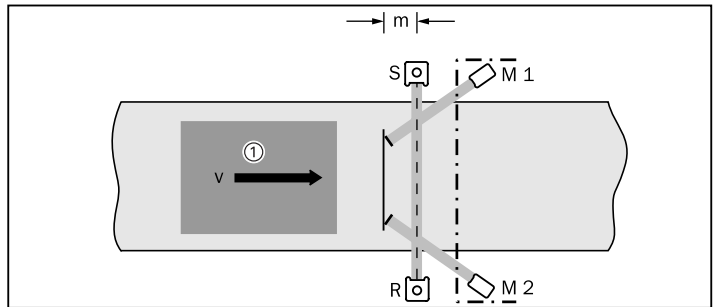

Fig. 3-4: Distance des faisceaux des capteurs d'inhibition
① = palette ② = marchandise ③ = capteur d'inhibition ④ = convoyeur
4. Le temps de réponse interne des capteurs n'étant pas nul, les événements ne doivent pas se succéder trop rapidement ni être trop fugitifs pour être reconnus par les barrières de sécurité. Il faut donc respecter une distance minimale (Fig. 3-4).